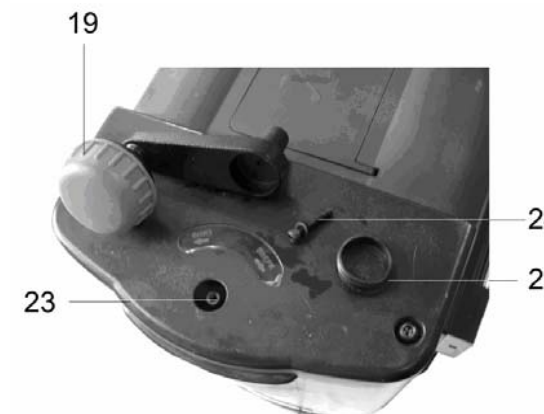

Рис.4
8.4. Как показано на Рис. 4, 5, установите на оси (23) и установочным винтом (24) закрепите ручку (19). На ручке (19) установите крышку (25).
9.3.2. Демонтируйте ручку (19) (Рис.4, пункт 8.4).